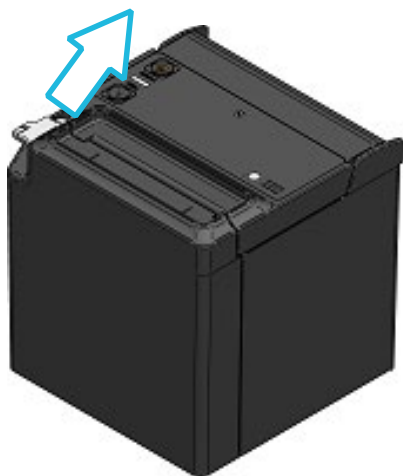

Figura 8-1 Alavanca de liberação
- (1) Operar a alavanca de liberação na direção da seta mostrada na Figura 8-1 e na Figura 8-2 para abrir a tampa de papel.